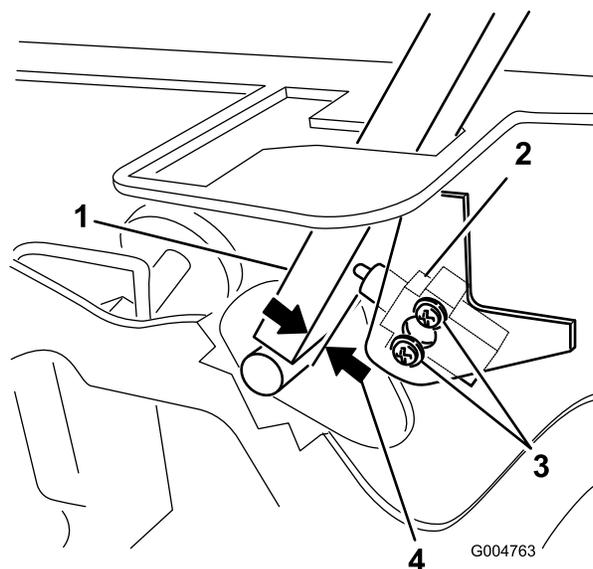

Figure 82
3. Desserrez les 2 vis de fixation du contacteur de sécurité (Figure 82).
4. Maintenez le levier de commande contre le cadre et rapprochez le contacteur du levier jusqu'à ce qu'ils soient espacés de 0,4 à 1 mm (0,015 à 0,045 po), comme montré à la Figure 82.